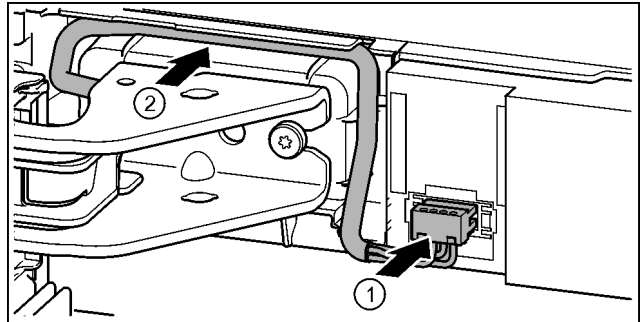

Fig. 37
- ▶ Зафіксуйте штекер над верхнім опорним кронштейном та обережно покладіть жили кабелю в канал. *Fig. 37 (1)*
- ▶ Обережно розташуйте сірий кабель в направляючій над верхнім опорним кронштейном. *Fig. 37 (2)*